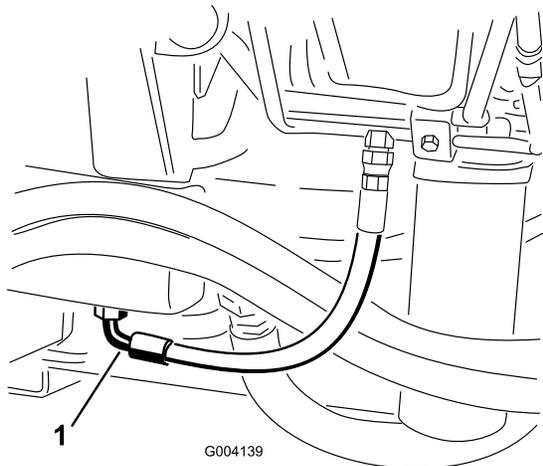

图68
2. 在液压油箱底部安装的接头下面放置一个大放油盘（图68）。